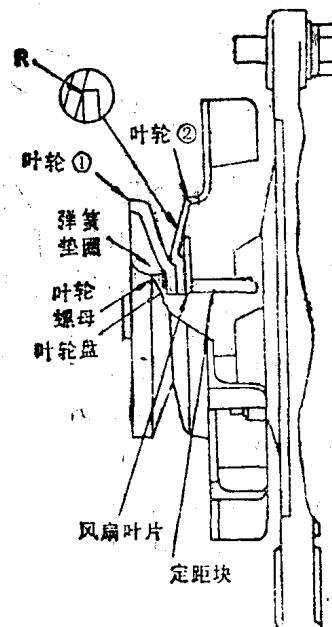

图 2-13 叶轮安装图
②安装发电机的前端盖。
③用老虎钳夹住转子，顺序安装定距块、风扇叶片、叶轮2、叶轮1、叶轮盘、弹簧垫圈、叶轮螺母（见图2-13）。然后用扭矩扳手，把皮带轮螺母按规定的扭矩拧紧。